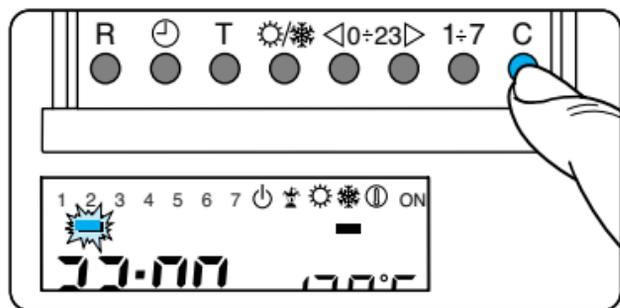

Fig. 39
8.5 - Se per il giorno dopo o successivi si desidera avere lo stesso programma, premendo il pulsante **C** (fig. 39) il programma viene automaticamente copiato per i giorni via via indicati dal segmento relativo.